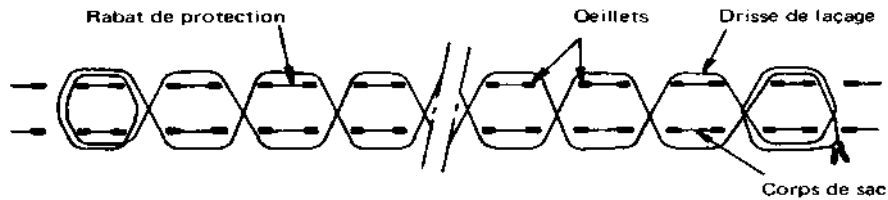

Fig. 4.1 - Schéma de laçage
- exécuter le laçage des deux bandes d'œillets d'après le principe des points selliers, en doublant le premier et le dernier point (schéma des figures 4.1 et 4.2).